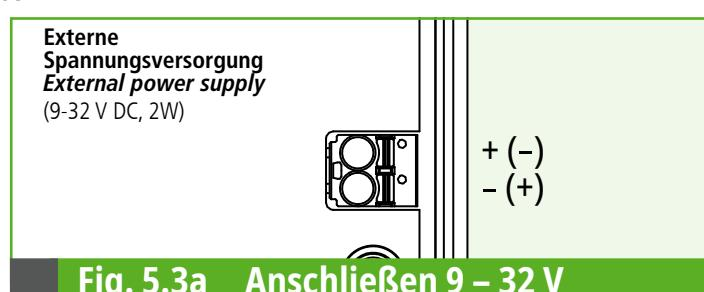

Fig. 5.3a Anschließen 9 – 32 V
- ➲ Anlegen der externen Versorgungsspannung (9 ... 32 V DC), siehe Fig. 5.3a